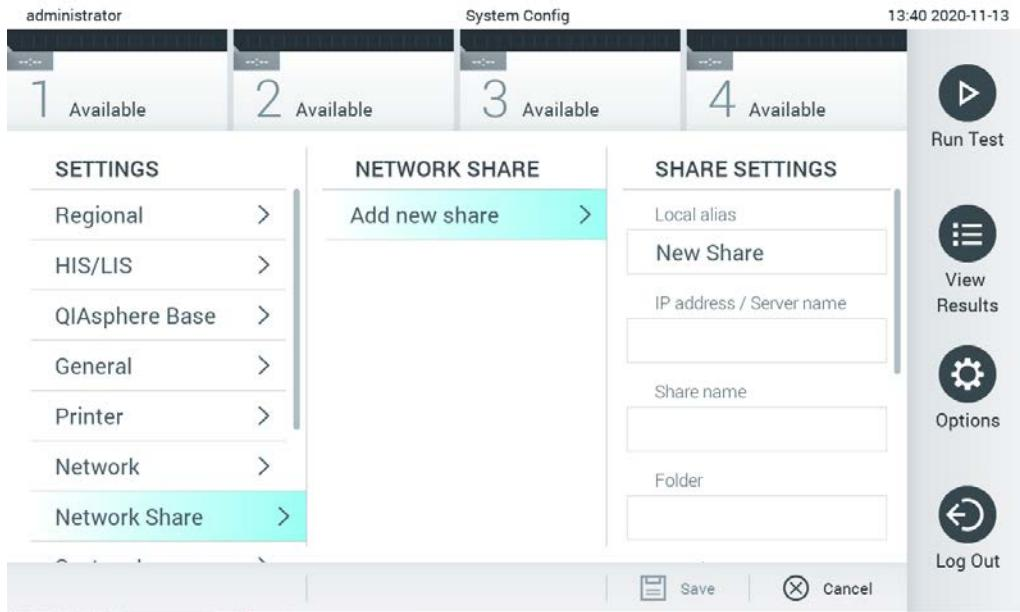

Figura 69. Adăugarea unei partajări de rețea.
- Apăsați butonul **Add new share** (Adăugare partajare nouă) (Figura 69).